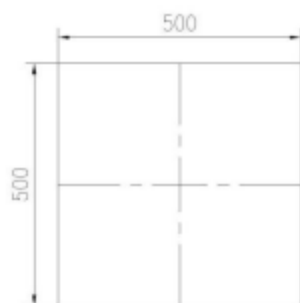
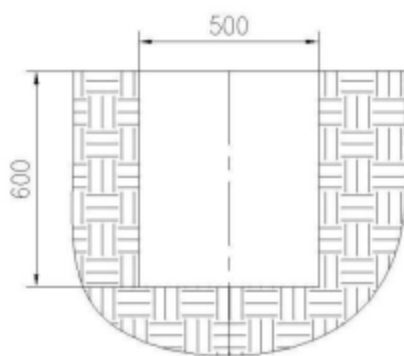

图1
图2
2) 按照混凝土基坑分布图（如图1），挖混凝土基坑，混凝土基坑的尺寸为500×500×600mm（长×宽×深），如图2；（注：安装器材各支撑立柱混凝土基坑处置不应为上大下小的形状）